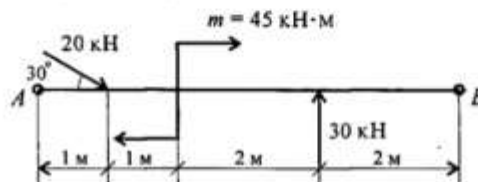

Рис. 6.10
2. Рассчитайте величину суммарного момента сил системы относительно точки A (рис. 6.10).